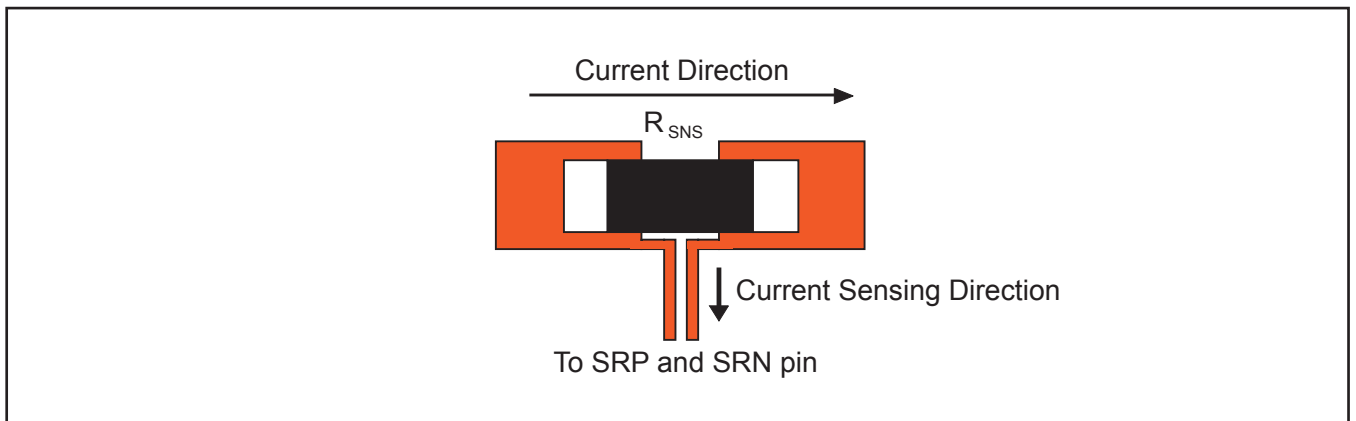

図 27. センス抵抗のPCBレイアウト
3. 充電電流のセンス抵抗は、インダクタ出力のすぐ隣に配置する必要があります。センス抵抗から同じ層内のICに戻る各センス・リードは、互いに近づけて配置(ループ面積を最小化)し、また、センス・リードは高電流経路を通らないようにしてください(電流精度を最大にするケルビン接続については、図27を参照)。これらのパターン上のデカップリング・コンデンサは、ICに隣接させて配置します。